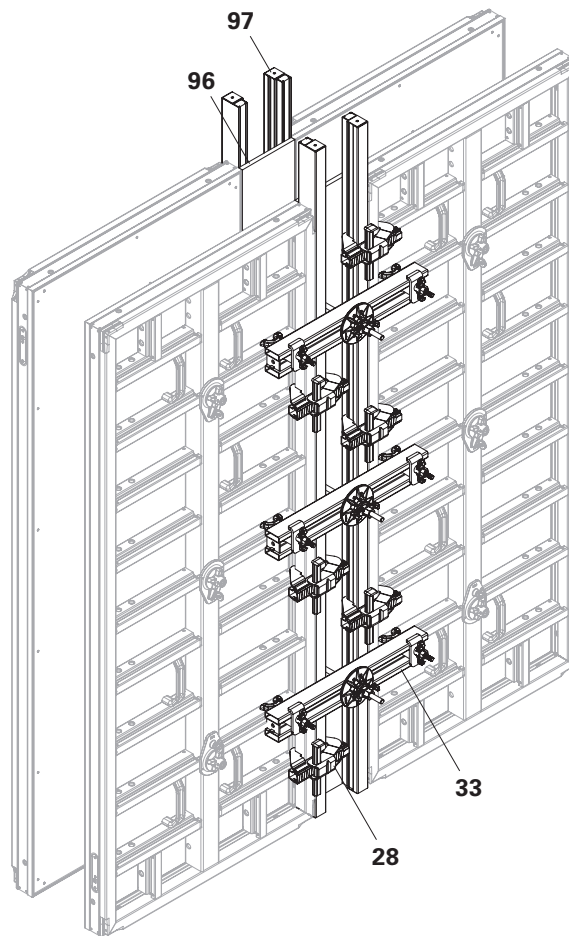
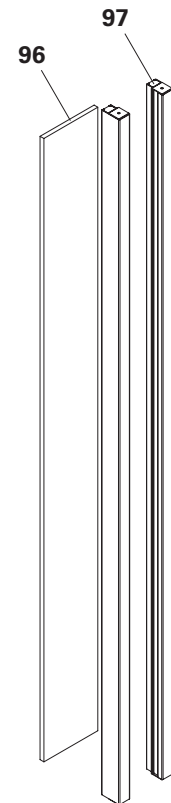

Fig. C8.02
Fig. C8.02a
- Assembly: (Fig. C8.02 + Fig. C8.02a)